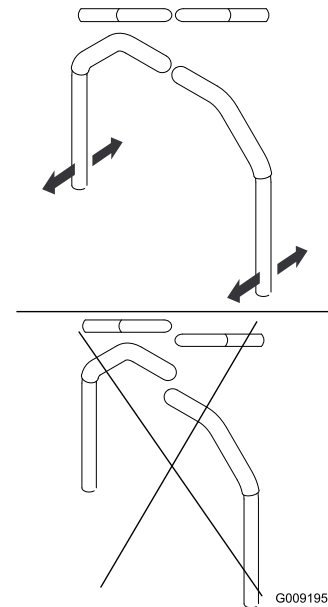

Bild 66
4. Fluchten Sie die Hebel in Längsrichtung aus. Bringen Sie die Hebel zuerst in der NEUTRAL-Stellung zusammen und schieben Sie die Hebel dann so lange, bis sie ausgefluchtet sind. Ziehen Sie dann die Schrauben an (Bild 66).